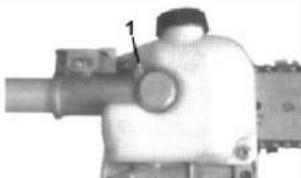

Fig.PP16
4. Lubrifier le carter d'engrenage. (Fig.PP16)